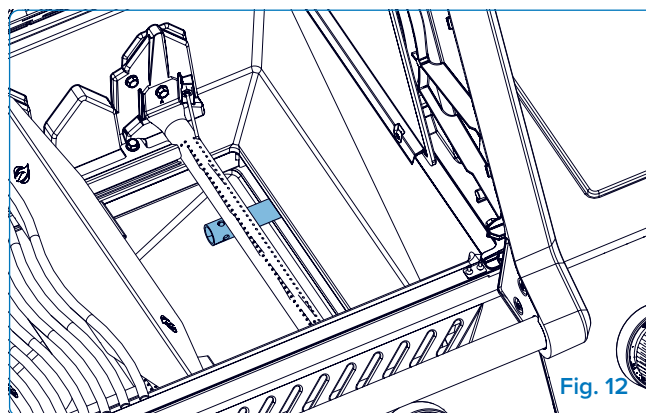

Fig. 12
5. **Le tuyau de sortie du fumoir** – peut être dévissé pour être nettoyé. Insérez un tournevis dans les trous situés à l'extrémité pour obtenir un effet de levier supplémentaire (**Fig. 12 et 13**).